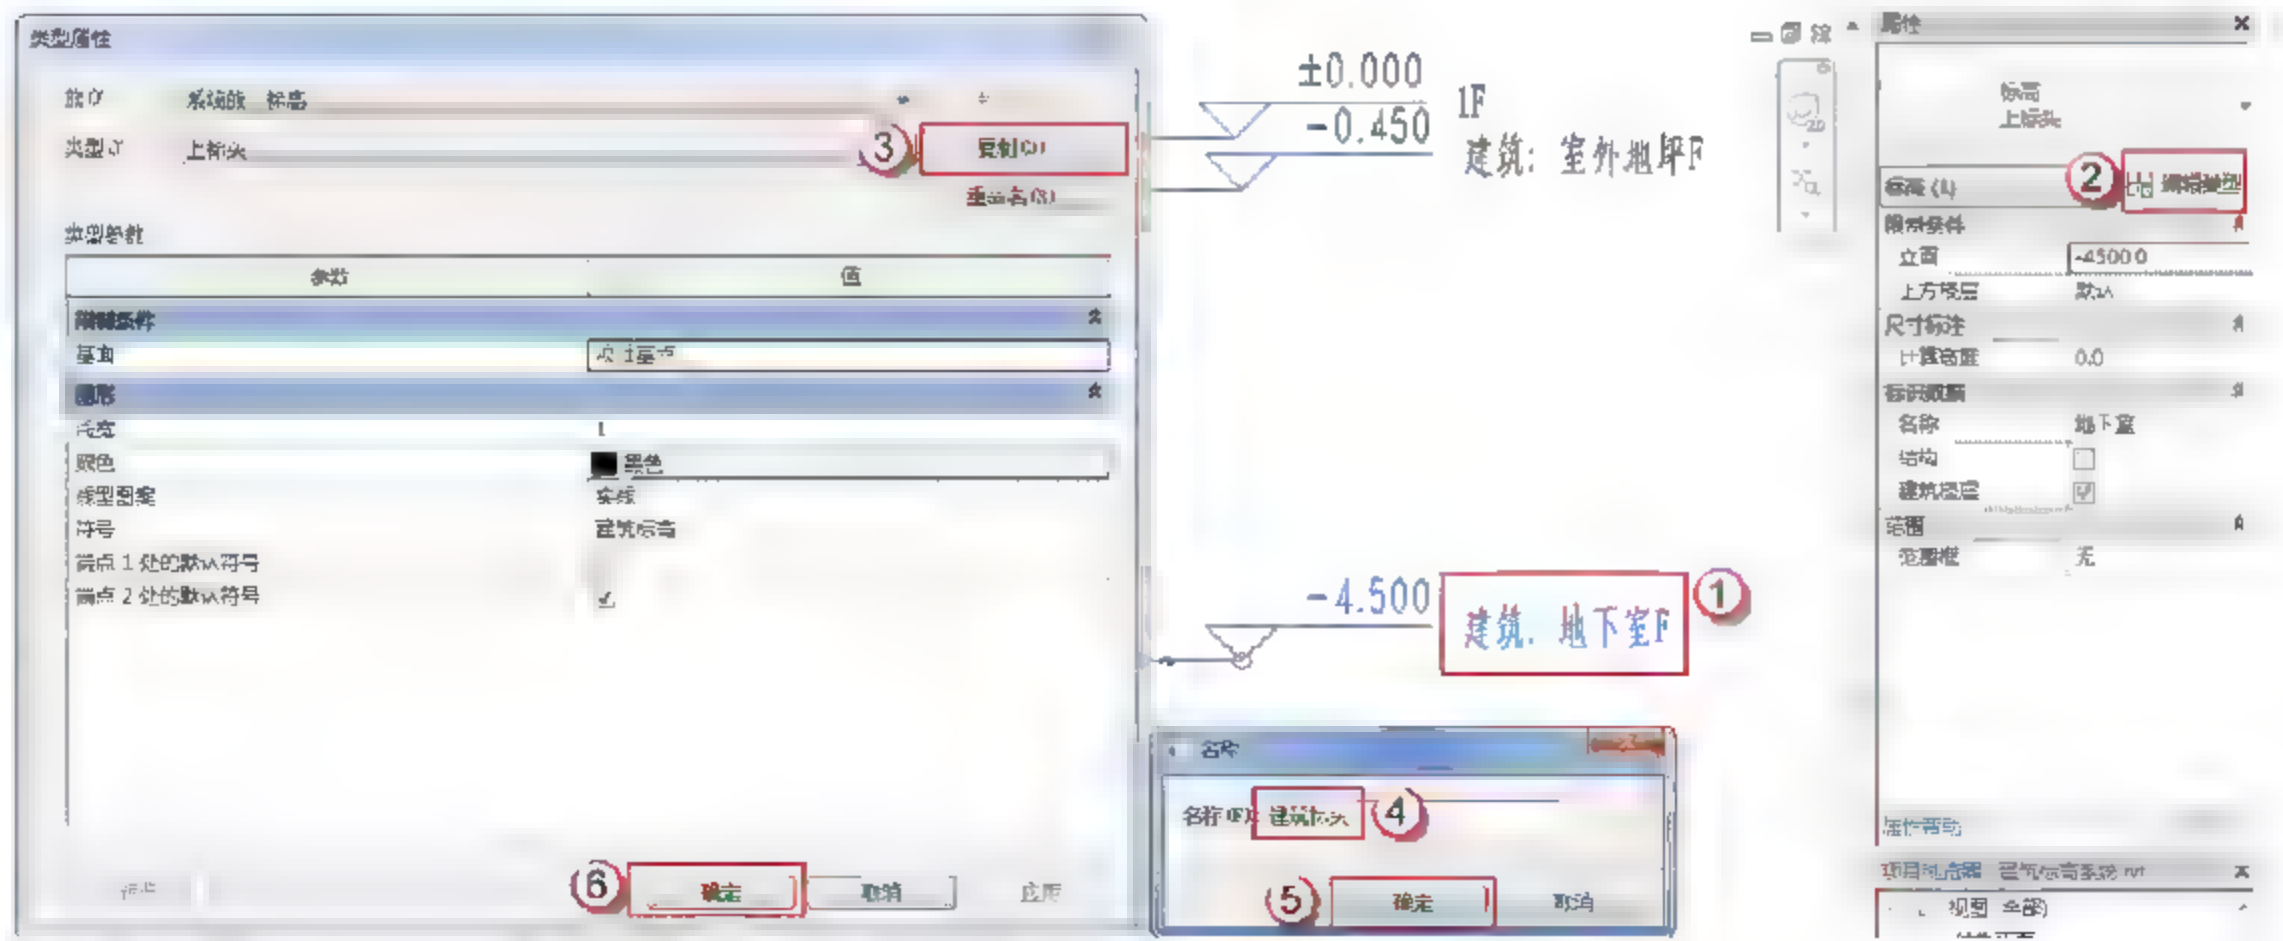

图 1.2.38 复制建筑标高的类型
(16) 复制建筑标高的类型。选择“建筑：地下室 F”标高，在“属性”面板中单击“编辑类型”按钮，在弹出的“类型属性”对话框中单击“复制”按钮，在弹出的“名称”对话框中输入“建筑标头”名称并单击“确定”按钮，如图 1.2.38 所示。